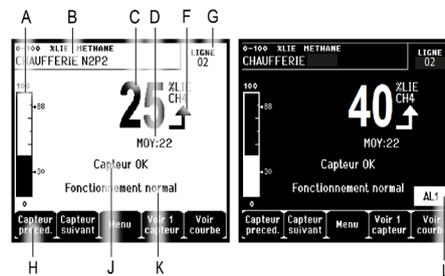
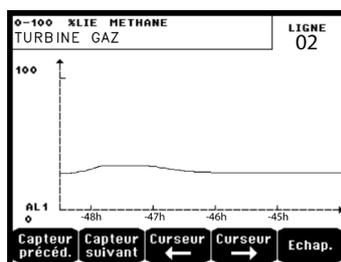

Figure 35 : exemple d'écran d'affichage des mesures en mode normal et en vidéo inverse
Figure 36 : exemple d'écran d'affichage de courbes.
H.	<p>Touches de fonctions</p> <ul style="list-style-type: none"> ■ Capteur précédent : affichage des mesures du capteur précédent ; balayage de tous les capteurs de toutes les lignes. ■ Capteur suivant : affichage des mesures du capteur suivant ; balayage de tous les capteurs de toutes les lignes. ■ Menu : affichage du menu principal. Voir paragraphe « Menu principal » en page 46. ■ Voir 4 capteurs : affichage d'un ensemble de 4 capteurs (libellé du capteur, barographe avec indication des seuils d'alarme, valeur de la mesure en cours avec unité et gaz détecté). Utiliser le bouton Page suivante ou Page précéd. pour afficher l'ensemble des 4 capteurs suivants ; le passage à la zone suivante est automatique. ■ Voir 8 capteurs : affichage d'un ensemble de 8 capteurs (libellé du capteur, valeur de la mesure en cours avec unité et gaz détecté). Autres boutons similaires au choix Voir 4 capteurs. ■ Voir 1 capteur : affichage en mode normal (Figure 35) ■ Courbe : affichage de la courbe des mesures des 10 derniers jours (Figure 36). Les touches Curseur → et Curseur ← permettent le déplacement sur l'échelle du temps. La ligne pointillée verticale affiche la concentration et l'horodatage du point considéré. Echap retour à l'affichage des valeurs.
L.	Zone d'indication des alarmes activées avec affichage clignotant des seuils. L'écran passe en vidéo inverse (Figure 35, écran de droite).
- *ON* : affichage des valeurs avec calcul de la moyenne des mesures sur 15 minutes ou 8 heures, en fonction de la programmation effectuée *via* l'application *COM 32*. Généralement utilisé lors de l'affichage des mesures relatives aux gaz toxiques. La mention *Valeur moyenne* est affichée sur l'écran (Figure 35, rep. D).